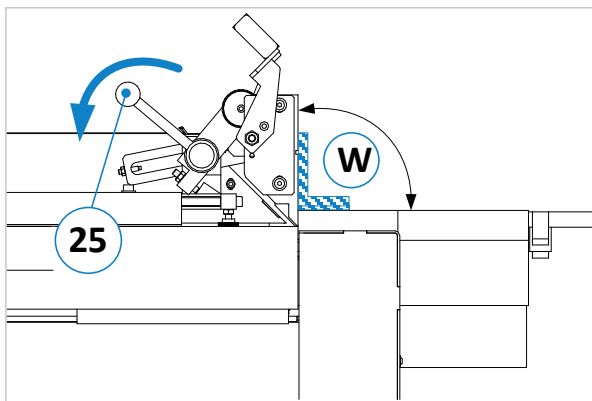

Figure 38 : vérifier l'angle de 90 degrés
1. Lorsque l'outil est bloqué (24) et que la position de départ est 0, placez une équerre de butée à 90° (W) sur la butée de dressage (voir \Rightarrow Figure 38) \rightarrow Si l'équerre n'est pas exactement à 90°, elle doit être réajustée.
3. Voir \Rightarrow Figure 38 : pour vérifier que vous tournez dans le bon sens, poussez fortement le levier de réglage (25) tout à l'arrière (la règle doit alors se soulever légèrement) et serrez le levier de blocage (24). Répétez les opérations 1. et 2. jusqu'à ce que l'angle soit correct.